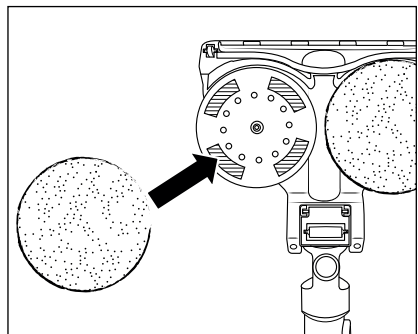

Fig. 18
- ◆ Pour fixer une serpillière ❹ sur l'embout serpillière ❸, placez-la au centre de l'un des deux plateaux tournants situés sous l'embout serpillière ❸ (voir fig. 18). Appuyez ensuite sur les bandes auto-agrippantes du plateau tournant.